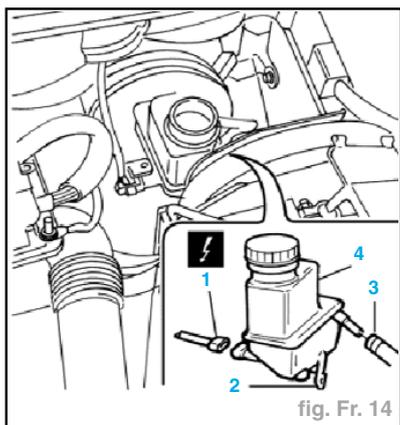

fig. Fr. 14
- Débrancher la connexion électrique du capteur de niveau huile de freins (1).
- Détacher le tuyau reliant la pompe d'embrayage au réservoir d'huile d'embrayage hydraulique (3) (fig. Fr. 14).